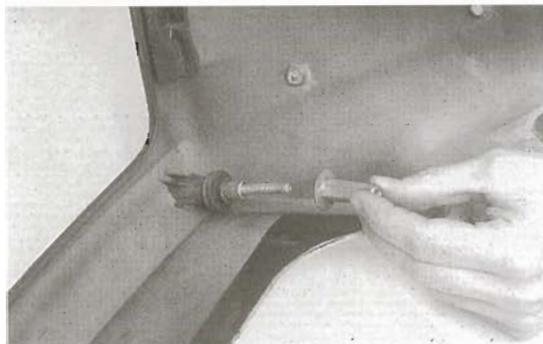

Bild 12
- Zwei Befestigungsschrauben ausdrehen (Bild 12) und Hahn vom Tank abnehmen.